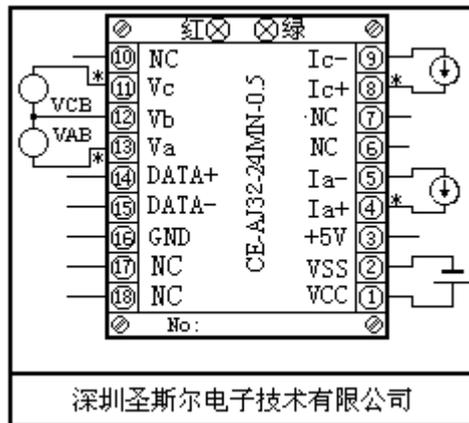

图 3.2.3 三相三制 N 型 RS-485 接口接线参考图
3.2.4.3、三相三线制 N 型产品（两表法）接线参考图(电流端子输入，最大 6A),见图 3.2.3。